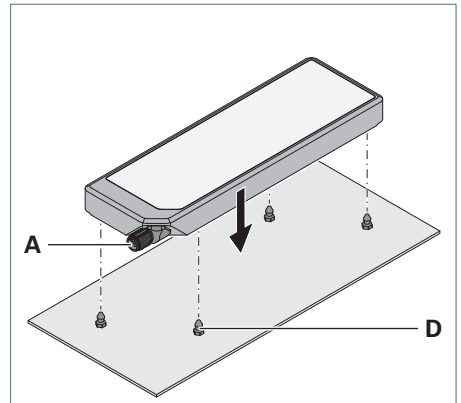
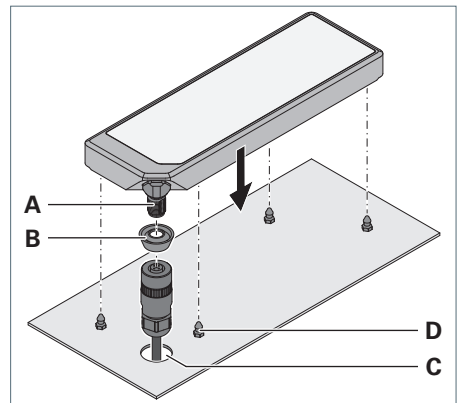

Fig. 1: APA – Steckverbindung vor der Maschinenwand.
Fig. 2: APA – Rückseitige Steckverbindung.
- Steckverbindung vor der Maschinenwand, siehe Fig. 1
- Rückseitige Steckverbindung, siehe Fig. 2
- **Nur** bei rückseitiger Steckverbindung: Die Bohrung **C**  $\varnothing$  21 mm für den Stecker ist gebohrt, siehe Fig. 2.
- ▶ Tragen Sie eine geeignete Schraubensicherung auf die beiliegenden Schraubnippel **D** auf, siehe Fig. 1 und siehe Fig. 2.
- ▶ Schrauben Sie die Schraubnippel **D** in die vorbereiteten Bohrungen der Maschinenwand, siehe Fig. 1 und siehe Fig. 2.
- ▶ **Nur** bei rückseitiger Steckverbindung (Stellung 3.2): Schieben Sie den beiliegenden Dichtring **B** über den Stecker, siehe Fig. 2.
- ▶ Drücken Sie die Leuchte auf die Nippel, bis sie hörbar einrastet, siehe Fig. 1 und siehe Fig. 2.